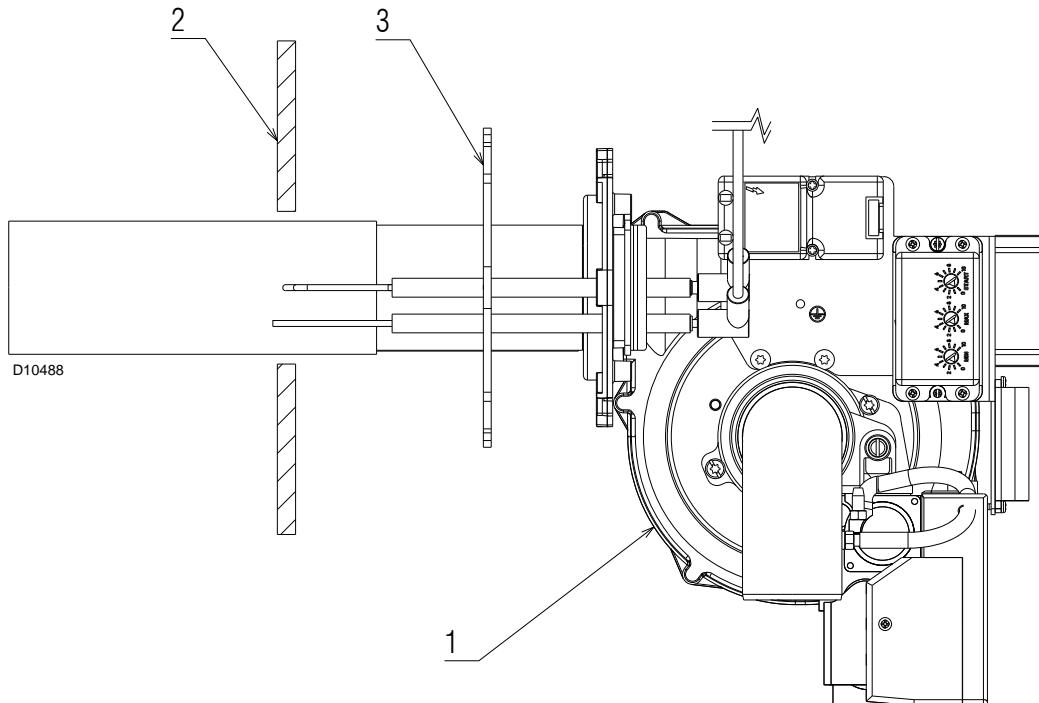

Fig. 9
- Fissare il bruciatore 1)(Fig. 9) alla portina della caldaia 2) mediante 4 viti e (se necessario) 4 dadi forniti a corredo, interponendo lo schermo isolante 3).